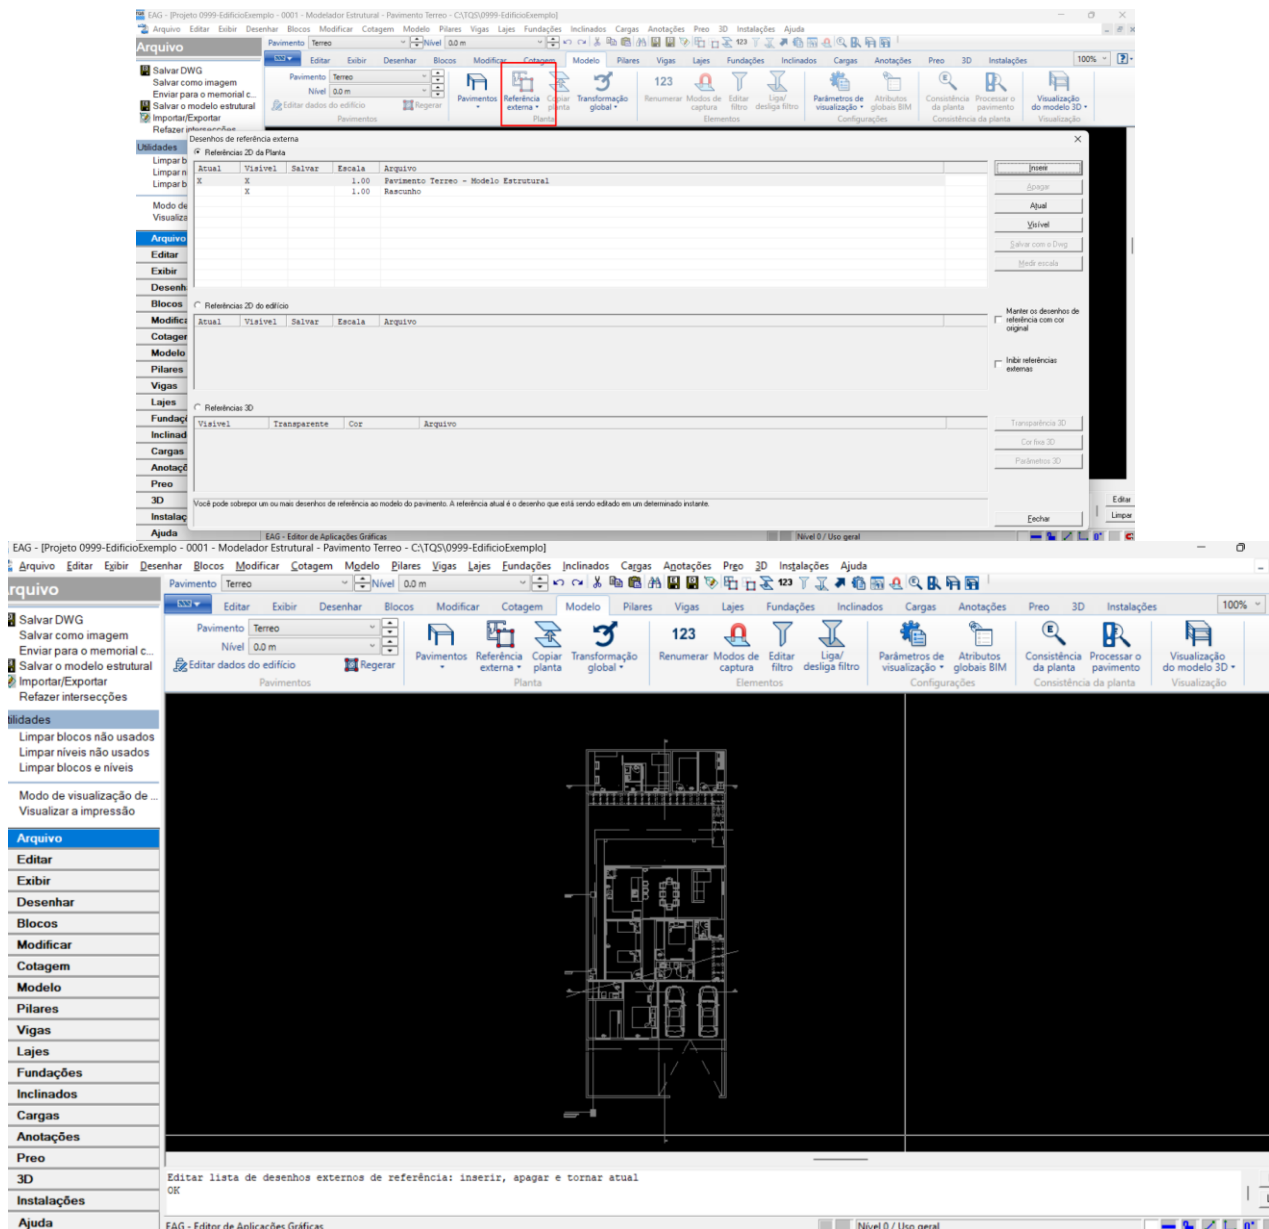

Figura 5 – Referências Externas no Modelador de estrutura
-Com o software TQS aberto, entre no projeto da disciplina, clique em pavimentos, selecione o pavimento que deseja lançar a estrutura e clique duas vezes no modelador estrutura. Para iniciar o modelador, a planta arquitetônica deve estar visível (Figura 5).